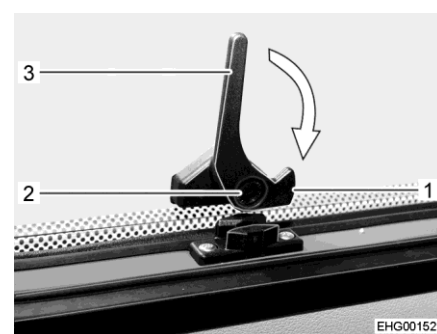

Fig. 51 Levier de verrouillage, bas, (position "Ouvvert")
- Appuyer sur le bouton de sécurité (Fig. 51,2) sur le levier de verrouillage du bas (Fig. 51,3) et le maintenir enfoncé.
- Tourner le levier de verrouillage du bas (Fig. 51,3) d'un quart de tour en direction du cadre de la fenêtre jusqu'à ce que le tenon de verrouillage (Fig. 51,1) s'enclenche.